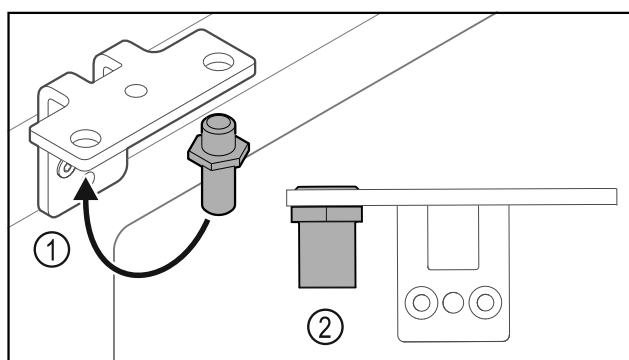

Fig. 29
- ▶ Prestavite sornik v kotniku tečajev vrat Fig. 29 (1).
- ▶ Sornike Fig. 29 (2) zategnite z **zateznim momentom 12 Nm**.